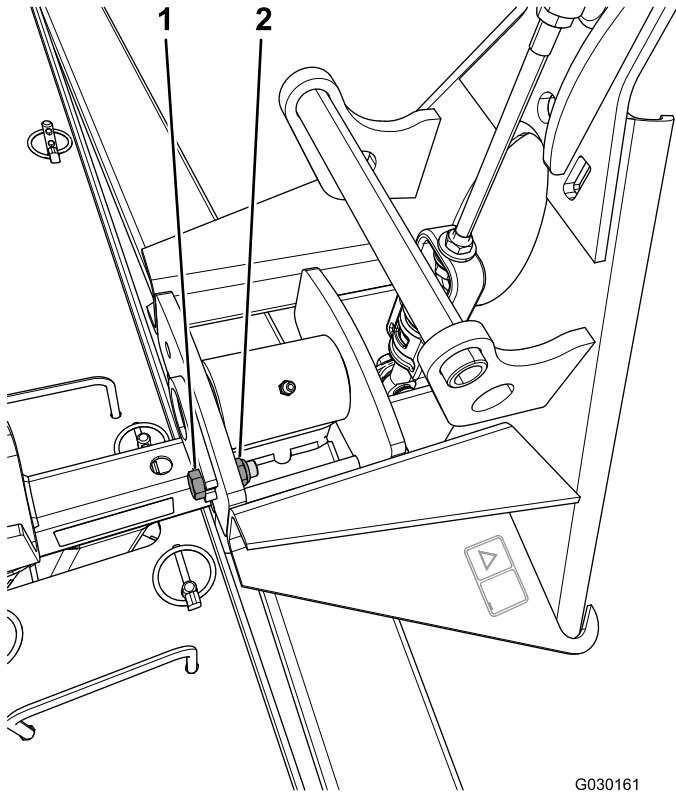

Figura 1
1. Retire e deite fora a porca e o parafuso que prendem o pino de sujeição ao conjunto do adaptador da barra escarificadora (Figura 1).